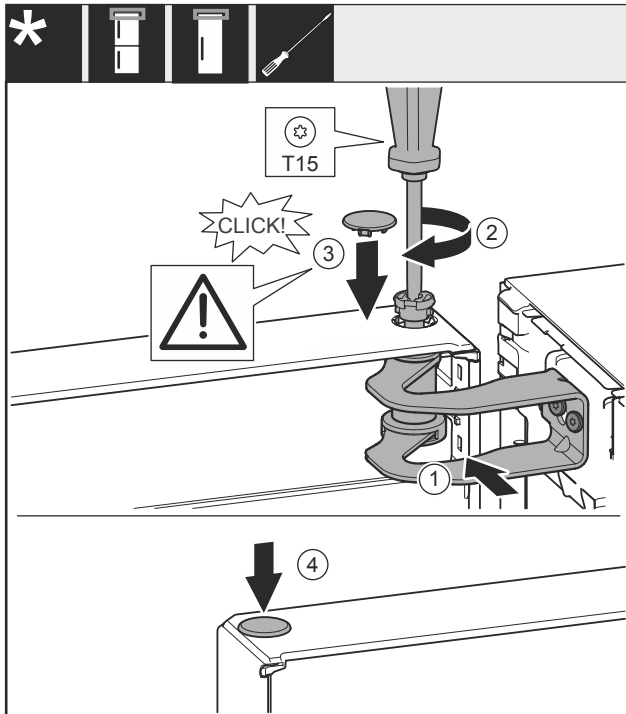

Fig. 25
- ▶ Выровняйте дверь по отверстию в опорном кронштейне Fig. 25 (1).
- ▶ Вставьте палец Fig. 25 (2) и затяните отверткой.
- ▶ Установите крышку Fig. 25 (3).
- ▶ Проследите за тем, чтобы крышка Fig. 25 (3) прилегла к дверям.
- ▶ Установите крышку Fig. 25 (4).